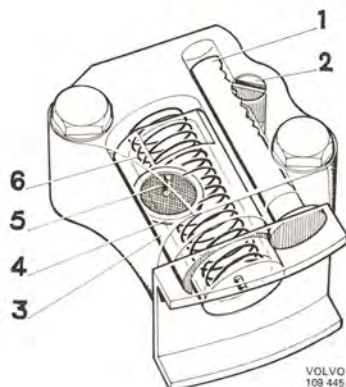

Bild 23.
Kedjespännarens hus är utan packning skruvat mot cylinderblocket med två skruv. Kolven (3 bild 23) är påverkad av fjädern (6) och kuggstången (1) hakar om kolven.